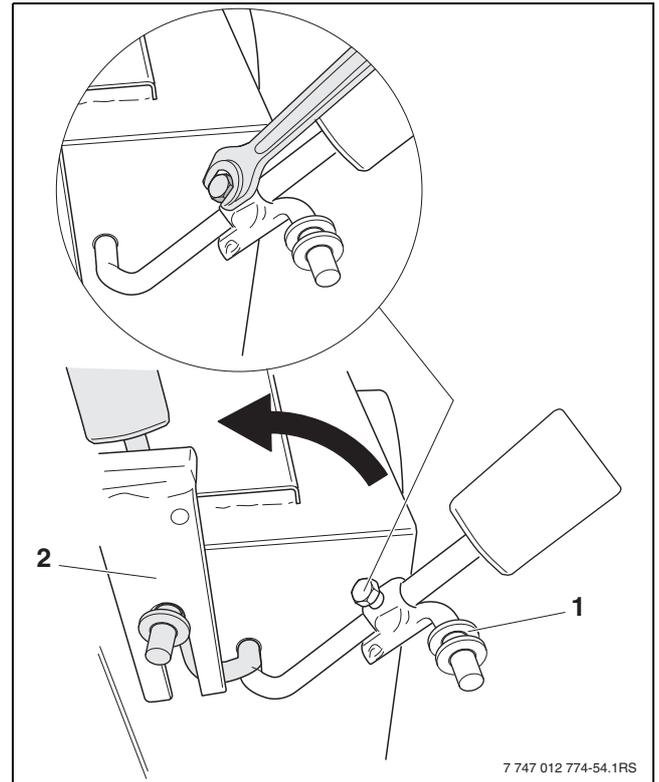

Fig. 15 Montaggio della leva di regolazione
- Sul lato posteriore della caldaia: allentare la vite di regolazione del gancio di inversione (→ fig. 15, pos. 1) sul peso della serranda di aiuto accensione con una chiave inglese da 10.
- Inserire il gancio di inversione nella forcella della leva di regolazione (→ fig. 15, pos. 2).